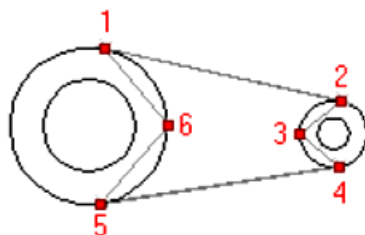

Рисунок 3
2. Подведите курсор к точке 1 (см. Рисунок 3), появится символ привязки. Щелкните левой кнопкой мыши.
2. Подведите курсор к точке 6 (см. Рисунок 3), Щелкните левой кнопкой мыши.